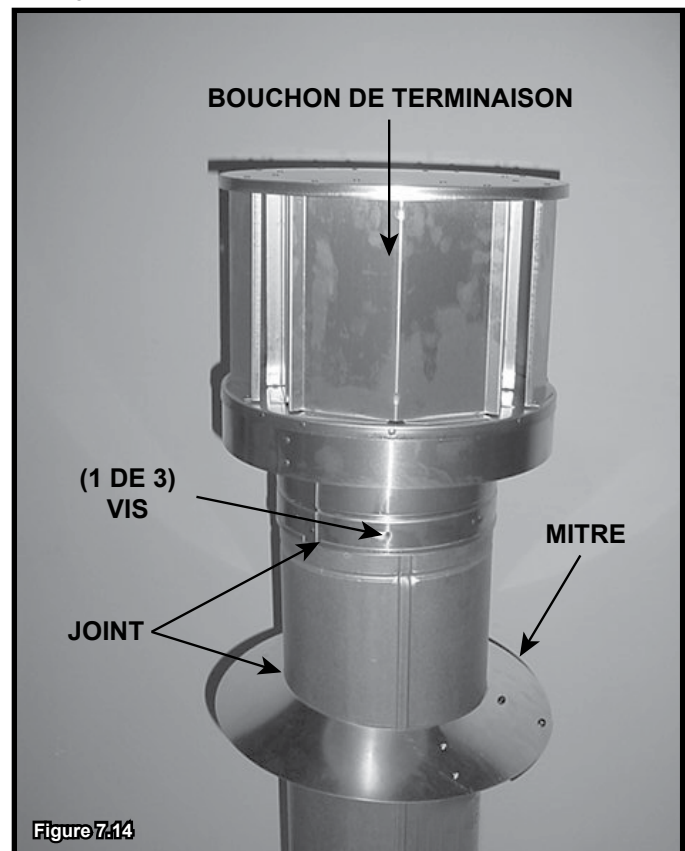

Figure 7.14
- Scellez autour de la partie supérieure de la mitre. Voir la figure 7.14.
- Fixez le chapeau de l'extrémité en introduisant les trois vis autotaraudeuses (fournies) dans les trous de guidage du col extérieur, jusqu'à l'extérieur de la cheminée du conduit. Voir la figure 7.14.